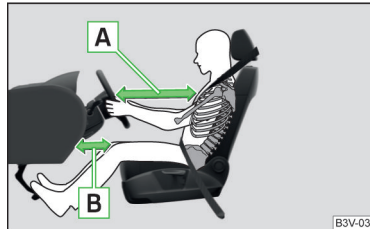

Fig. 22
- Il est important que le conducteur et le passager avant se tiennent à une distance minimum de 25 cm du volant et du tableau de bord » fig. 22 - **A**. Les airbags ne peuvent pas vous protéger si vous ne respectez pas cette distance - danger mortel ! Les sièges avant et les appuie-têtes doivent toujours être ajustés à la taille des personnes.
- Réglez le siège du conducteur en sens longitudinal de façon à ce que la distance entre les jambes et le tableau de bord à hauteur de l'airbag de protection des genoux soit de 6 cm au moins » fig. 22 - **B**. S'il n'est pas possible de remplir cette condition pour des raisons de taille corporelle, veuillez consulter un atelier spécialisé.